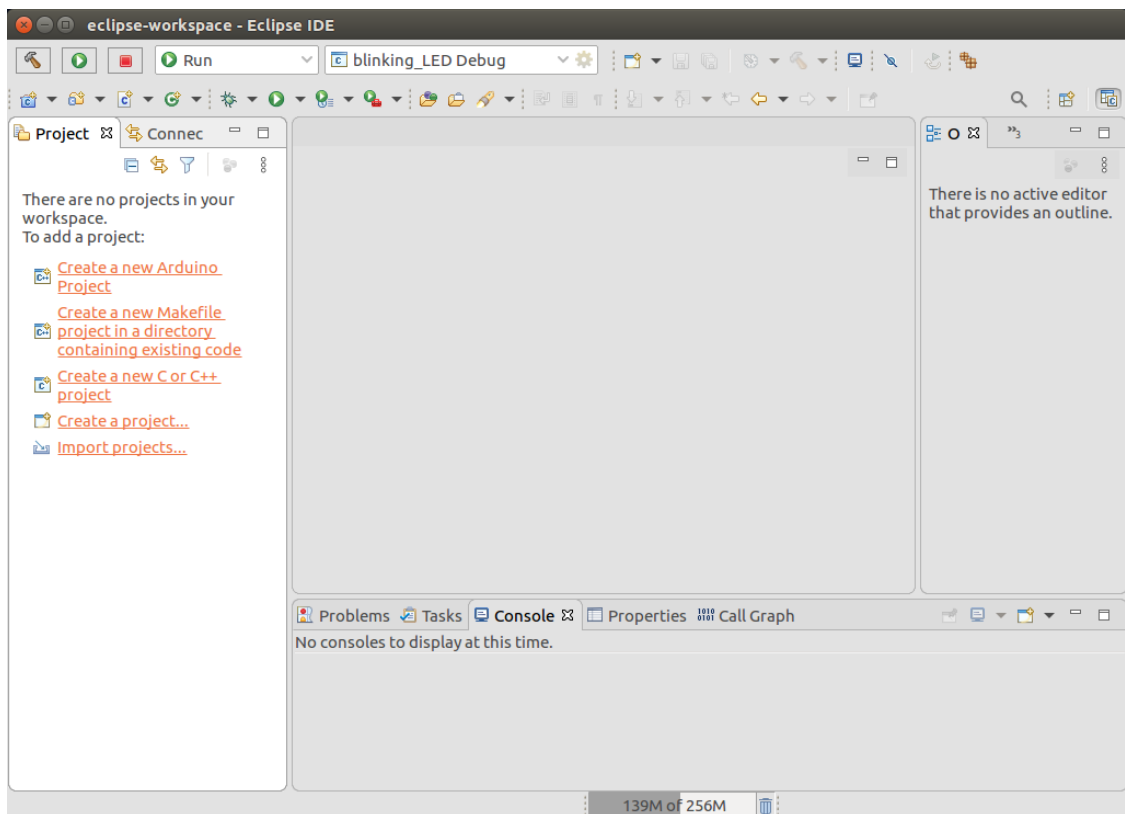

图4.2.5 进入 Eclipse 界面
5. 点击 Welcome 处的叉号，关闭 Welcome 界面，如图 4.2.5 所示。